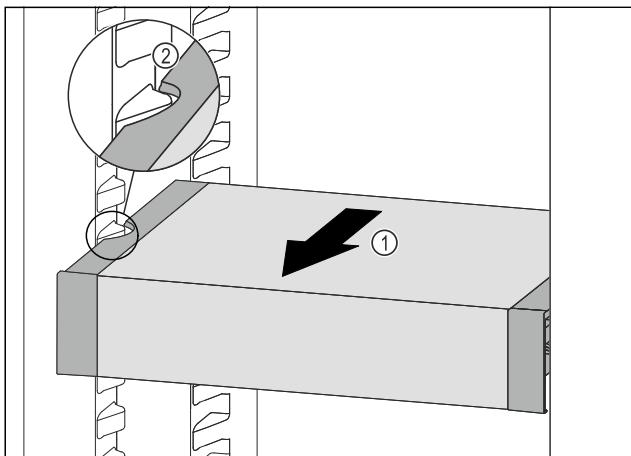

Fig. 132
- ▶ Изтеглете VarioSafe напред Fig. 132 (1), докато страничните прорези на VarioSafe се намират на височината на реброто на съда в хладилната част. Fig. 132 (2)